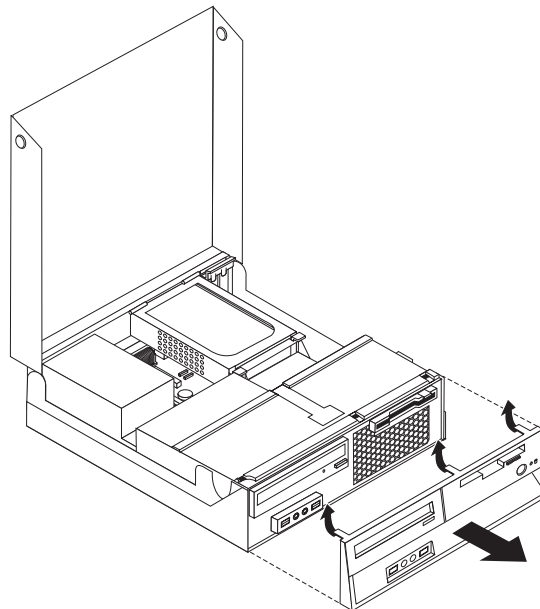

Figura 12. Rimozione della mascherina frontale
2. Rimuovere la mascherina anteriore rilasciando le tre linguette come mostrato e ruotando la mascherina in avanti dall'alto. Consultare la sezione Figura 12.